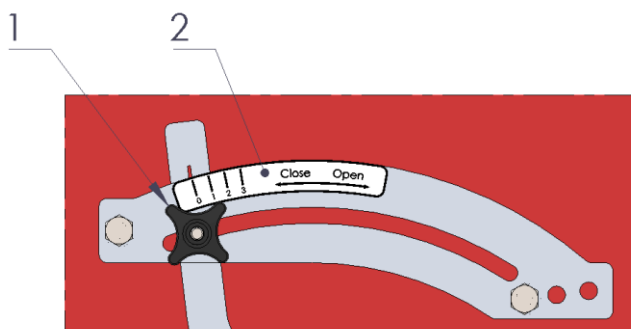

Figura 4a
3. La válvula del elemento de siembra se puede ajustar al tamaño de la semilla que se sembrará. Para semillas de hierba fina, la válvula del elemento debe estar completamente cerrada. La rueda dentada entonces llevará la semilla. Con semillas más grandes, el espacio entre el engranaje y la válvula no es lo suficientemente grande como para permitir que las semillas pasen. Por esta razón, la válvula debe abrirse más con semillas más grandes. Puede ajustar el tamaño de la abertura con la manija de ajuste de la válvula. La manija se puede ajustar aflojando el botón giratorio de ajuste en forma de estrella (1), seleccionando la posición deseada por medio de la etiqueta indicadora (2) y apretando el botón giratorio de ajuste en forma de estrella (véase la **Figura 4a**).